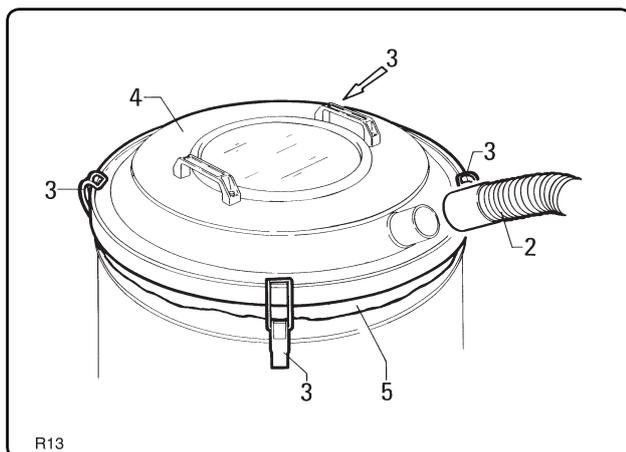

Fig. 7.5.1
### 7.5.1 - Mod de înlocuire a sacului de deșeuri (fig. 7.5.1)
- Introduceți noul sac cu marginea „5” ușor ieșită în afară (fig. 7.5.1).